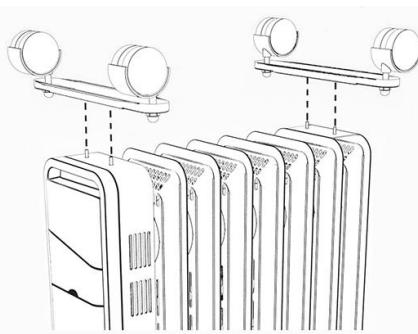

Abb.2
2. Positionieren Sie die Radhalterungen an den Endrippen. (Abb. 2)